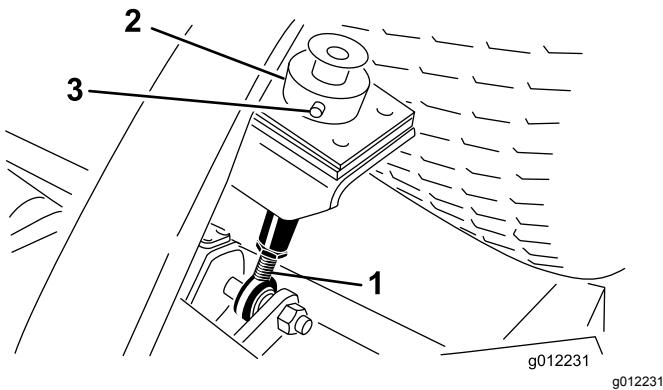

Figura 9
5. Retire el pasador de horquilla y la chaveta que fijan el collar de ajuste de la altura de corte a la varilla de ajuste de la altura de corte en la parte trasera de la unidad de corte (Figura 9).